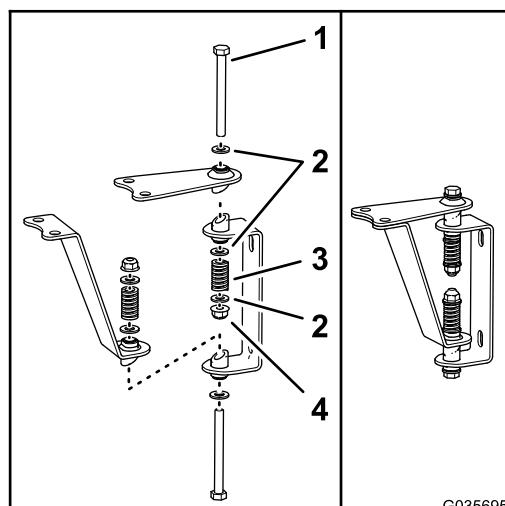
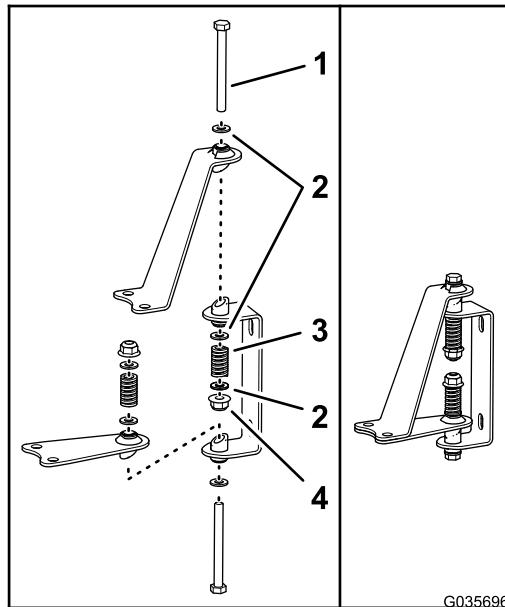

Figura 4
Figura 5
4. Inserite i bulloni attraverso le aperture del tubo saldato incernierato, le cerniere e le cinghiette, come illustrato nella Figura 4 o nella Figura 5.
5. Montate una rondella piana sull'estremità esposta di ciascun bullone (Figura 4 o Figura 5).
6. Installate una molla sull'estremità di ciascun bullone (Figura 4 o Figura 5).
7. Installate una rondella piana e un dado di bloccaggio sull'estremità di ciascun bullone (Figura 4 o Figura 5) e fissate i dadi di bloccaggio in modo che non vi sia imbando nella molla.